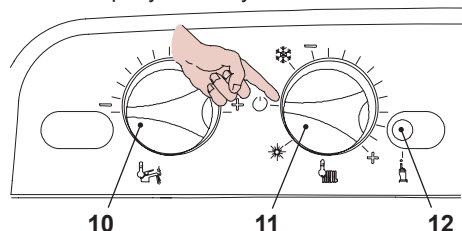

Рисунок 5.80
- Чтобы выйти из режима программирования, установите переключатель функций / регулятор температуры 11 так, как показано на рисунке Рисунок 5.80.